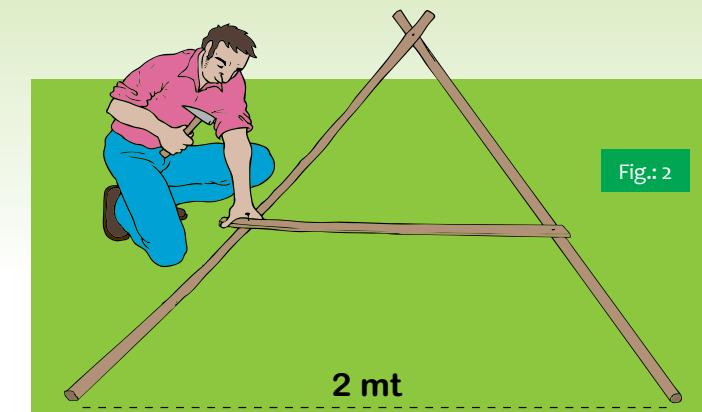

Fig: 2
3. Mida las mitades de las dos varas, ábralas hasta que den 2 metros de punta a punta, clave la tercera vara en donde marcó las mitades (Fig. 2).